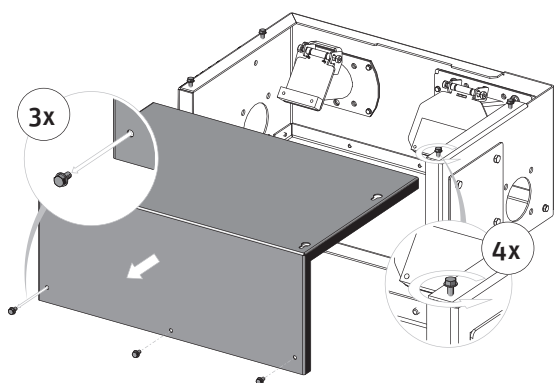

Fig. 221
- Rimuovere la copertura del contenitore di raccolta – Fig. 221.